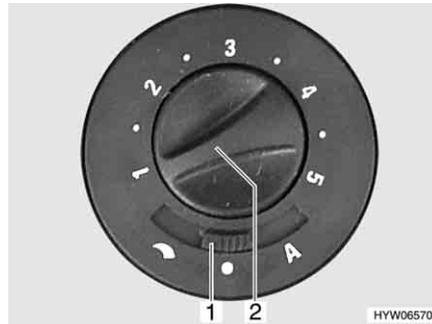

Bild 127 Bedienschalter für Umluftgebläse
- Den Schiebeschalter (Bild 127,1) auf "☾" (Handregelung) oder "A" (Automatikbetrieb) stellen.
- Mit dem Drehknopf (Bild 127,2) die gewünschte Leistung des Umluftgebläses einstellen (Handregelung) oder begrenzen (Automatikbetrieb).
- Den Schiebeschalter (Bild 127,1) auf "●" (Aus) stellen.